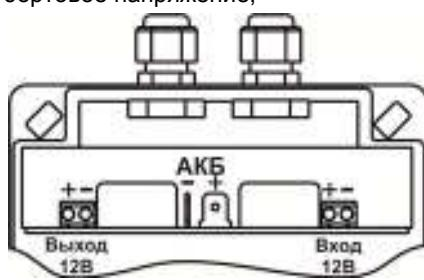

Рис.3
- подключить провода нагрузки (напр. видеорегистратора) к клеммной колодке «**ВЫХОД**» на плате в соответствии с полярностью (см.рис.3);
- подключить провода от бортовой сети транспортного средства к клеммной колодке «**ВХОД**» на плате в соответствии с полярностью (см. рис.3);
- Соединить внутри источника клеммы от встроенной АКБ с платой источника перемычками с учетом полярности (см. рис.3):